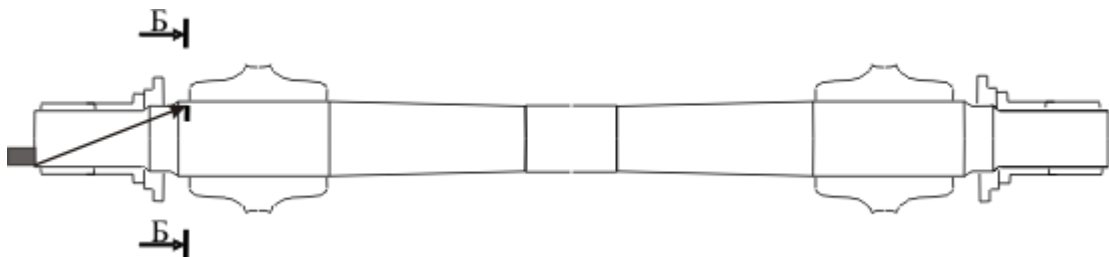

Рисунок 6.3 – Схема установки ПЭП на НО при проверке чувствительности по варианту AR1.3
- установить ПЭП на предварительно смазанный минеральным маслом торец (в резьбовую канавку) НО (см. рисунок 6.3);